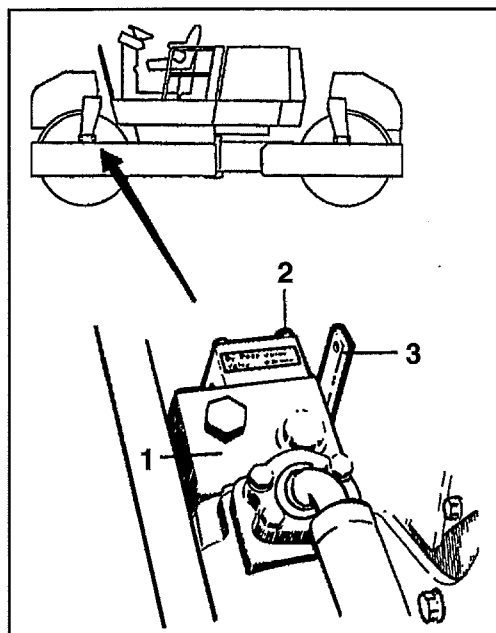
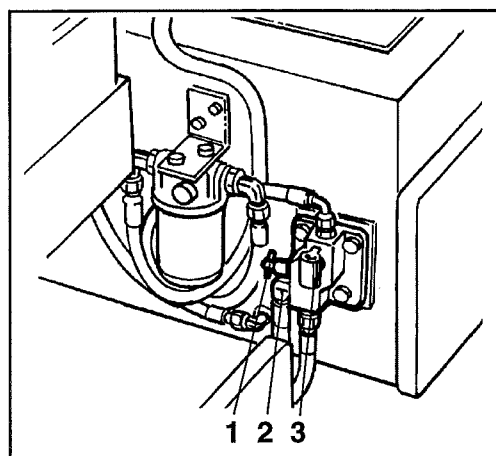

Fig. 29
Fig. 31 Valvola di traino
2. Togliere la vite (2) sul gruppo valvole (1) e spostare la leva (3) verso l'alto.
3.  Al termine del traino riportare la leva (3) di fig. 29 nella posizione originale.
Bloccare i tamburi! Il rullo può mettersi in movimento agendo sulla leva (3) fig. 29 e 31!
1. Togliere la vite (2) sul gruppo valvole (1) e spostare la leva (3) verso l'alto.
2. Pompate con la leva (3) fino a liberare i freni. Controllare che la valvola (1) sia in posizione premuta.
3.  Al termine del traino riportare la leva (3) del gruppo valvole di fig. 29 nella posizione originale e tenere la valvola (1) fig. 31 in posizione estratta per alcuni secondi.